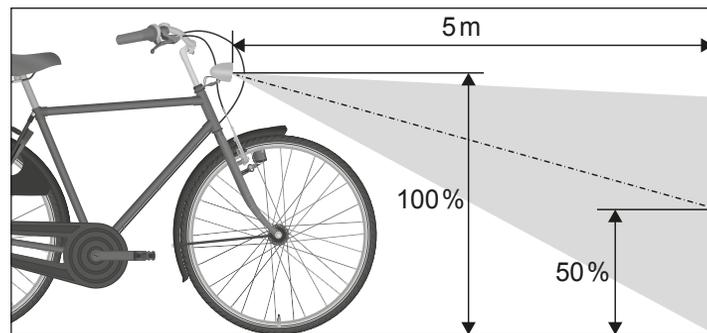

Abb.: E-7 Korrekte Einstellung des Scheinwerfers.
4. Stellen Sie den Scheinwerfer so ein, dass der Lichtkegel in 5 m Entfernung vor dem Scheinwerfer nur noch halb so hoch liegt wie bei seinem Austritt (siehe Abb.: E-7).